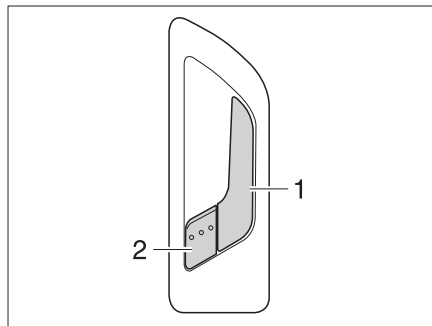

Fig. 45 Cerradura de la puerta de entrada, en el interior
- Tirar del tirador (Fig. 45,1). Se desbloqueó la cerradura de la puerta. La palanca de retención (Fig. 45,2) salta hacia fuera automáticamente.
- Presionar la palanca de retención (Fig. 45,2).